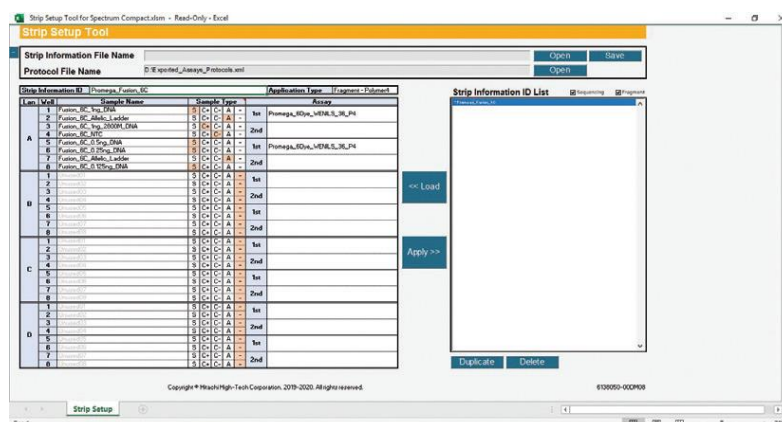

図 213 Strip Information ID List 内に新しい Strip を含む Strip Setup Tool for Spectrum Compact 画面
- 新しく作成した strip information を Strip Information ID List に移動するために、**Apply** を選択します。新しく作成した strip の名前が、このリストに表示されます。(図 213)